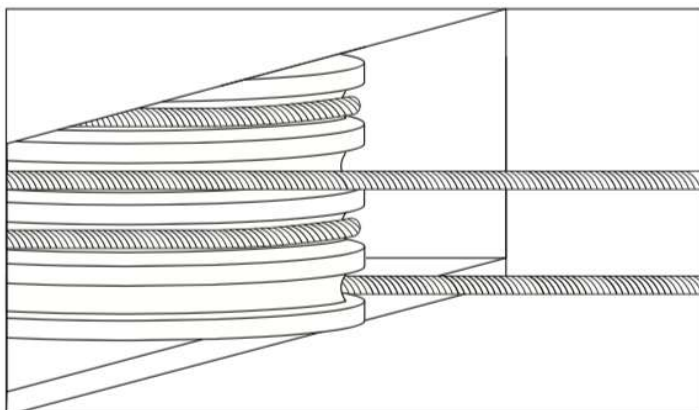

Fig. 7 – Lyftspel med vajer
5. Lokalisera nu den tvärbalk som ska monteras mellan pelaren med motor och pelaren i översta högra hörnet (se övergripande design s. 6). Var uppmärksam på att den visade balken med en bortskuren metallbit (fig. 7) passar tillsammans med vajerhjul under körbanan. Luftslangen på tvärbalken ska riktas bort från lyften.